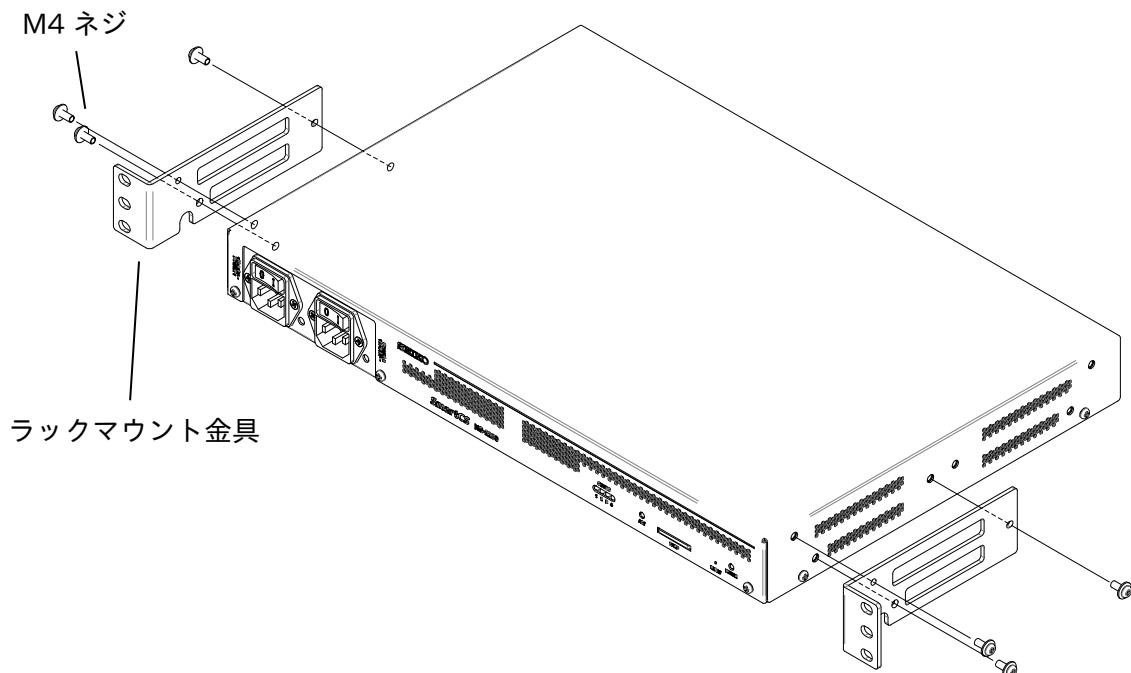

図 3-1 ラックマウント用金具の取り付け
① 図 3-1 に示すように、M4 ネジ 6 本を使用しラックマウント用金具を本装置にしっかり取り付けてください。